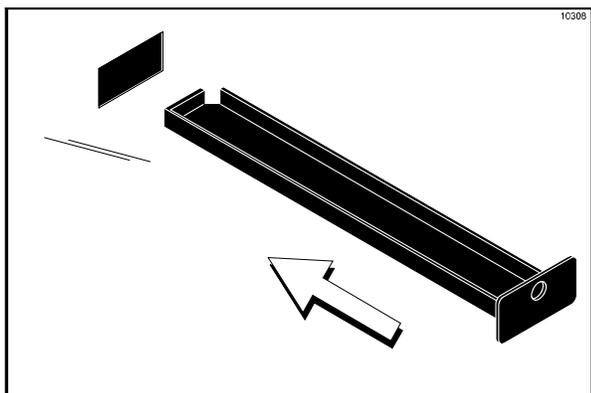

図142
17. リアパネルの穴に2本の短いドリップパン、左右のサイドパネルに刻み目のついたドリップパンをはめます(図142を参照)。